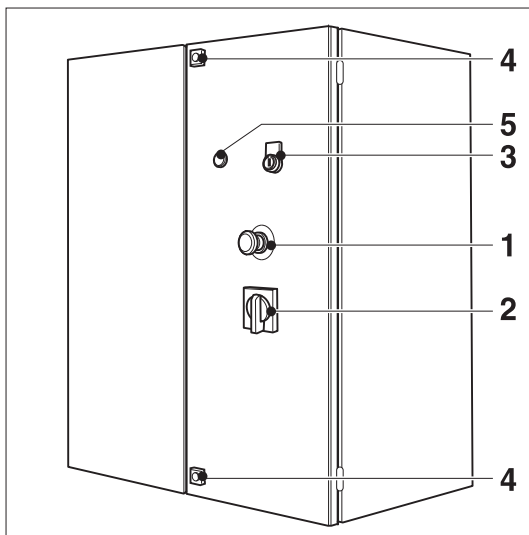

Figura E.2: Armario de distribución
- sobre el armario de distribución (1, Figura E.2)